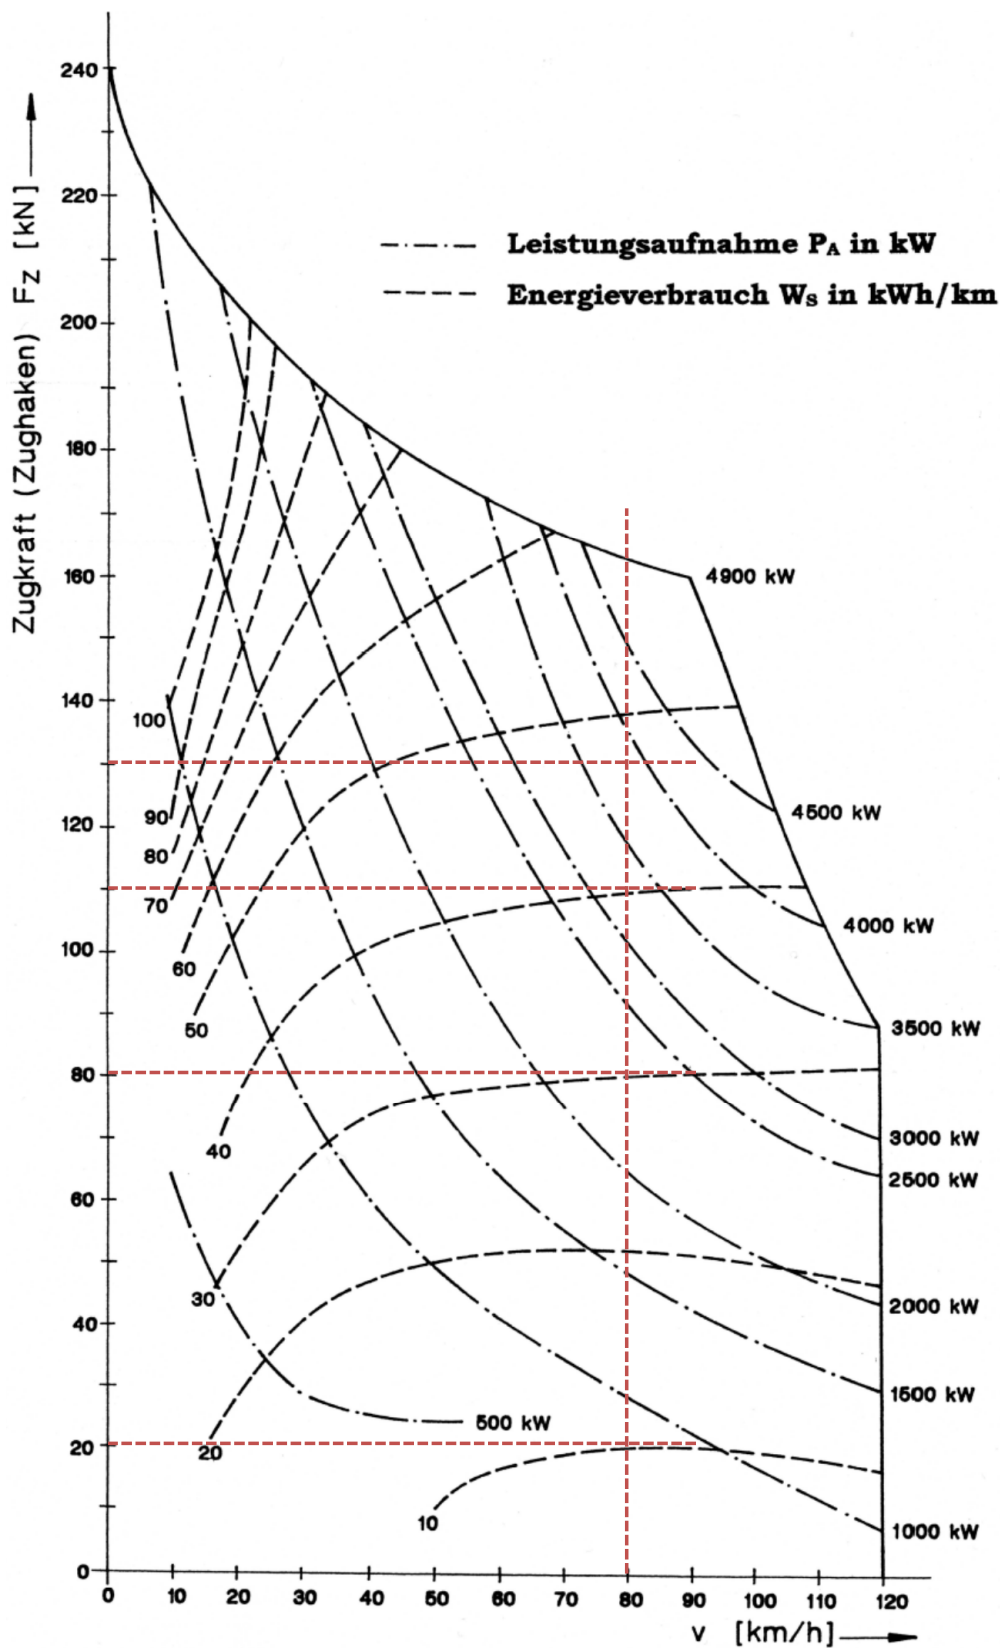

Abbildung 6.2: Kennlinienfeld Ellok Typ 2 (konventionelle Antriebstechnik), **Bezugspunkt: Zughaken**
1. Ermitteln Sie unter Zuhilfenahme des Kennlinienfeldes (siehe Abbildung 6.2) den Energiebedarf sowie den durchschnittlichen Energiebedarf pro km und pro tkm für die betrachtete Gesamtstrecke.